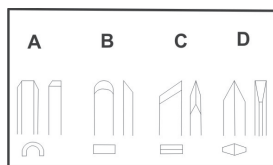

рис. 6
3.3.3 Виды применяемых резцов (в комплект поставки не входят) рис.6: